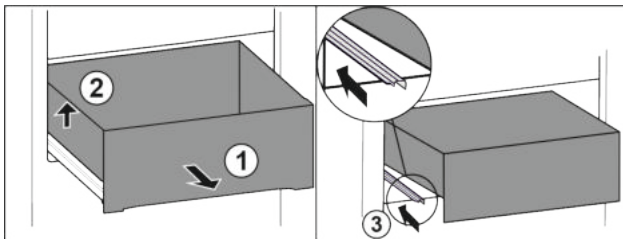

Fig. 12
- ▶ Изтеглете чекмеджето докрай. Fig. 12 (1)
- ▶ Повдигнете чекмеджето отляво. Fig. 12 (2)
- ▶ Вкарайте лявата релса. Fig. 12 (3)